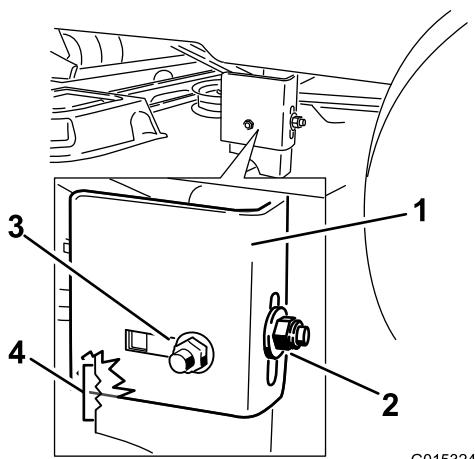

Bild 62
- Lösen Sie die hintere Sicherungsmutter am Hängeprofil (Bild 62).
- Lösen Sie die seitliche Sicherungsmutter am Hängeprofil so viel, dass Sie das Profil einstellen können (Bild 62). Messen Sie mit den Kerben an der geschweißten Halterung die Größe der Anpassung. Jede Kerboberfläche entspricht 6,35 mm, eine Seite
- Stoppen Sie das Mähwerk an der eingestellten Stellung und ziehen Sie die seitliche Sicherungsmutter am Hängeprofil fest, um die neue Stellung zu arretieren (Bild 62). Ziehen Sie die hintere Sicherungsmutter am Hängeprofil fest.